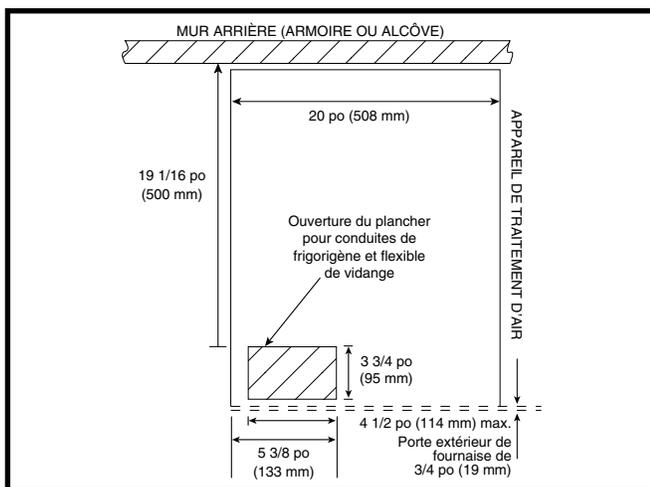

Figure 1. Emplacement de l'ouverture du plancher pour conduites de frigorigène et flexibles de vidange
3. Au besoin, fabriquez une plaque pour adapter le serpentin à l'ouverture d'évacuation d'air. Consultez la Figure 1 pour les dimensions du serpentin.
8. Découpez les ouvertures du plancher pour les conduites de frigorigène et la conduite d'évacuation. Voyez la Figure 1.
2. Retirez la débouchure du coin inférieur gauche de la fournaise et découpez un trou de la bonne dimension dans le plancher. Voyez la Figure 1. **REMARQUE** : Pour l'armoire en option, reportez-vous aux directives d'installation pour voir les détails de l'assemblage.